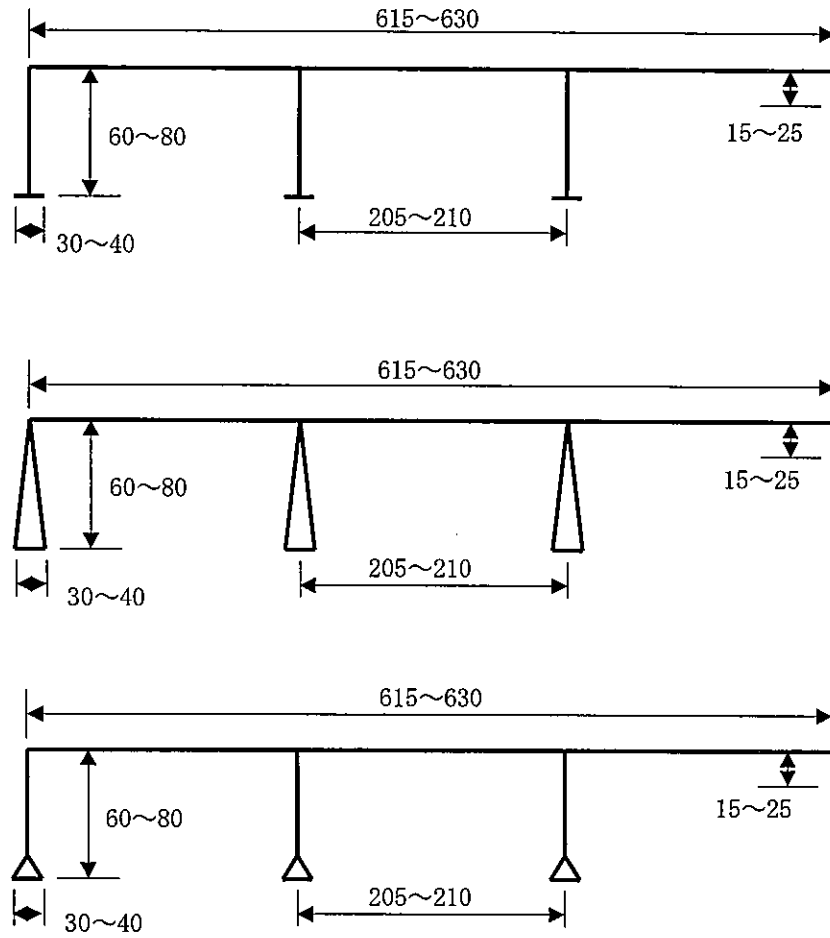

図5 フラットデッキの断面形状
<p>下地</p>	<p>折板製下地 以下の①または②のいずれかの仕様とする。</p> <p>①デッキプレート (JIS G 3352) : 高さ 25mm 以上 鋼板厚さ 1.0mm 以上 鋼板種類 : SDP1T、SDP1TG、SDP2、SDP2G、SDP3</p> <p>②フラットデッキ : 高さ 60~80mm 鋼板厚さ 1.0mm 以上 鋼板種類 : 溶融亜鉛めっき鋼板 (JIS G 3302) 溶融亜鉛-5%アルミニウム合金めっき鋼板 (JIS G 3317) 溶融 55%アルミニウム-亜鉛合金めっき鋼板 (JIS G 3321) 建築構造用溶融亜鉛-アルミニウム-マグネシウム合金めっき鋼板 (国土交通大臣認定指定建築材料第 MSTL-0069 号または第 MSTL-0070 号)</p> <p>・フラットデッキの断面形状を図 5 に示す。</p>